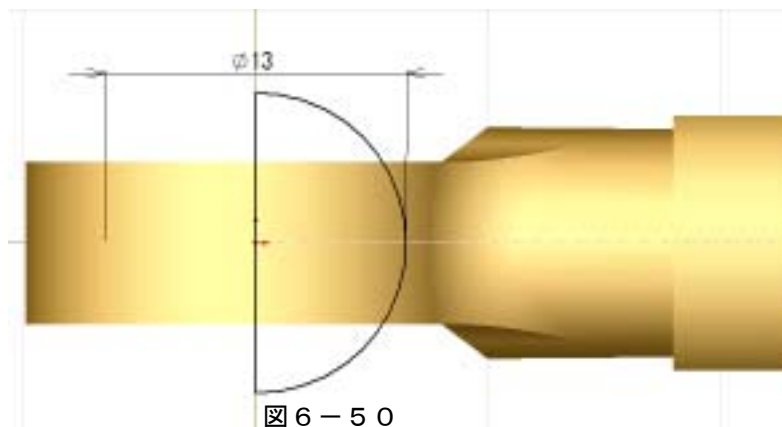

図6-50
⑦スケッチトリムコマンドで図6-50のように半円をカットする。